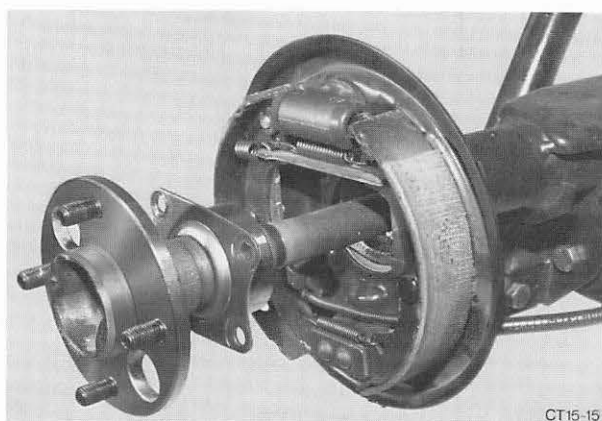

Abb. 19 Beide Hinterachsseitenwellen ausbauen
4. Beide Hinterachs-Seitenwellen abschrauben (je Seite 4 Schrauben). Seitenwellen herausziehen und Bremsträger an geeigneter Stelle der Bodenplatte festbinden. Abb. 19.